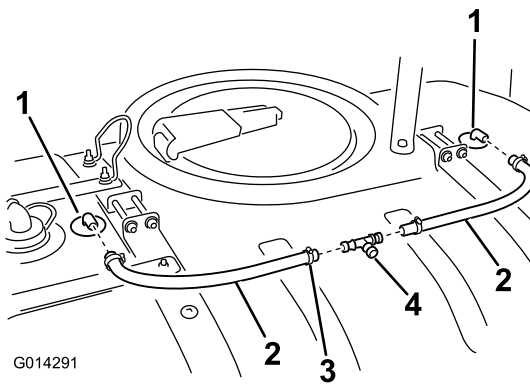

图21
2. 在每根软管两端安装一个软管夹（图21）。
3. 将软管安装在冲洗喷嘴的宝塔接头上（图21）。在另一个冲洗喷嘴宝塔接头处重复此步骤。
2. 如图21所示，将三通接头安装在之前安装的冲洗喷嘴软管的开口端。